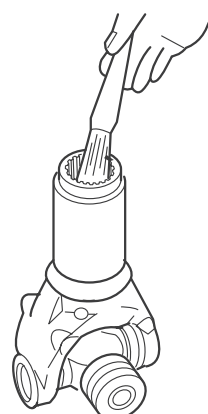

Figura 8.21
3. Use un cepillo para distribuir lubricante en las estrías. Figura 8.21.